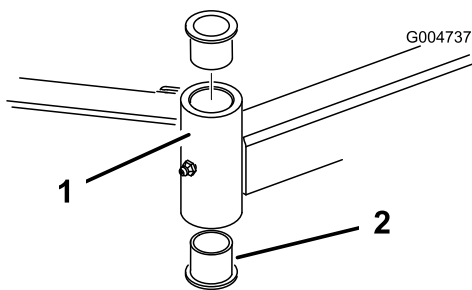

Figura 84
4. Inserte un botador fino en la parte superior o inferior del tubo de montaje y dé golpes hasta que salga el casquillo del tubo (Figura 84).